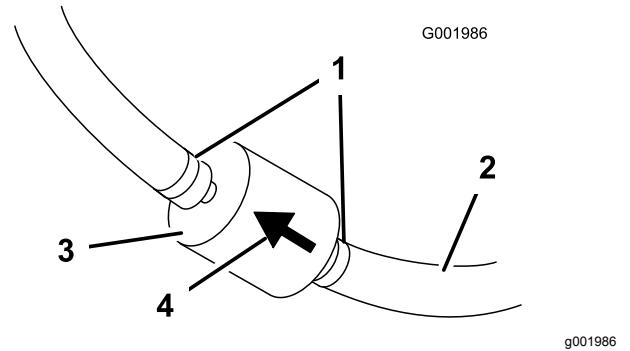

Figure 41
5. Pincez les extrémités des colliers et éloignez les colliers du filtre (Figure 41).